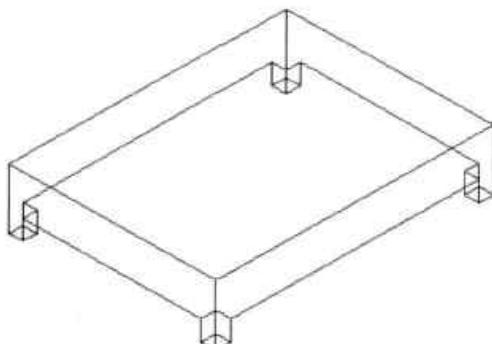

图14-60 合并模型
**Step07** 执行“并集”命令，对床板模型与床腿模型进行合并，如图 14-60 所示。